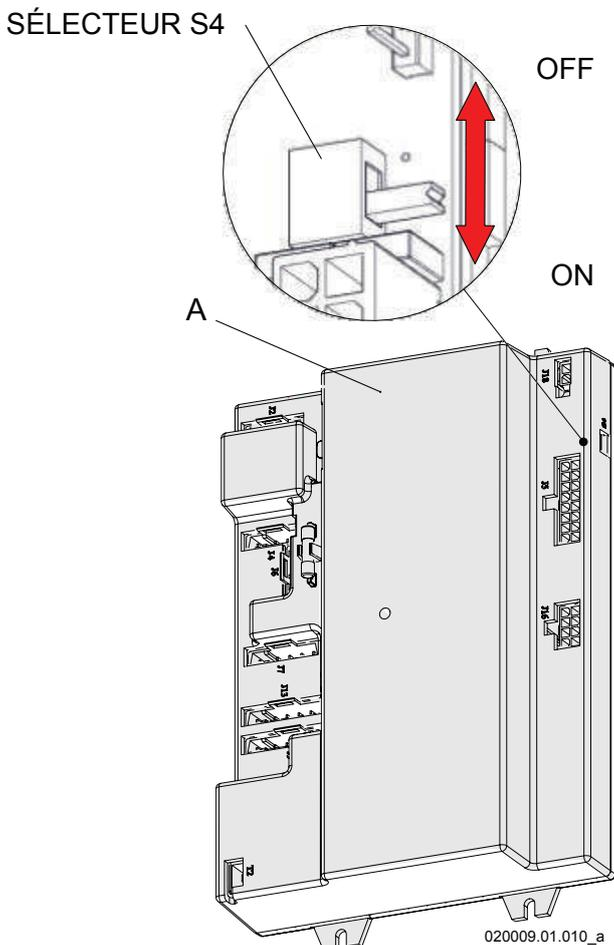

Figure 15-11 - Carte de commande
9. Déplacer le sélecteur «S4» comme sur la figure 15-11, de la position OFF à la nouvelle position ON ;